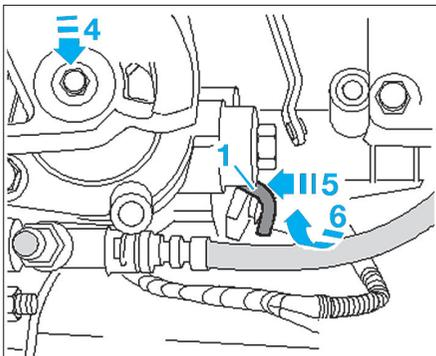

Fig. 44
- Enfonçant l'arbre de commande dans en (4) (Fig.44).